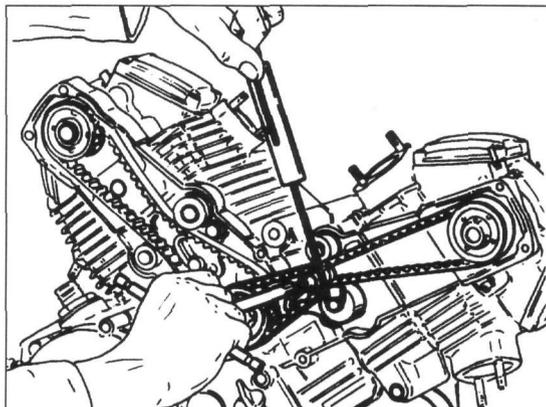

Bild 33
- Falls Riemen zu locker oder zu fest, Befestigungsschrauben der Spannereinrichtung lockern (Bilder 31 und 32). Spannerollen entweder von Hand andrücken (1,5 - 1,8 kg drücken) oder mit Federwaage, die an Spannrolle eingehängt wird (Bild 33 mit DUCATI-Spezialwerkzeug), und mit 1,5 - 1,8 kg angezogen wird.